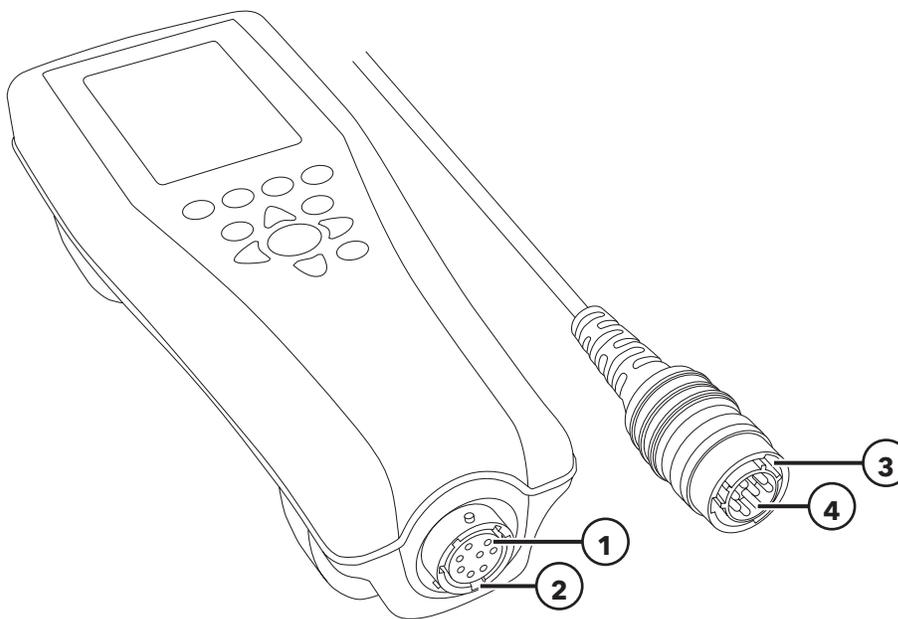

Figure 6 Connecteurs à repères
Les connecteurs de câble aux normes militaires (MS) possèdent un repère permettant un branchement correct et d'éviter d'endommager le connecteur (Figure 6). L'appareil portable conserve son homologation IP-67 lorsque le câble est déconnecté. Cependant, les connecteurs ne doivent pas être assemblés lorsqu'ils sont mouillés et doivent être propres et secs avant tout branchement.